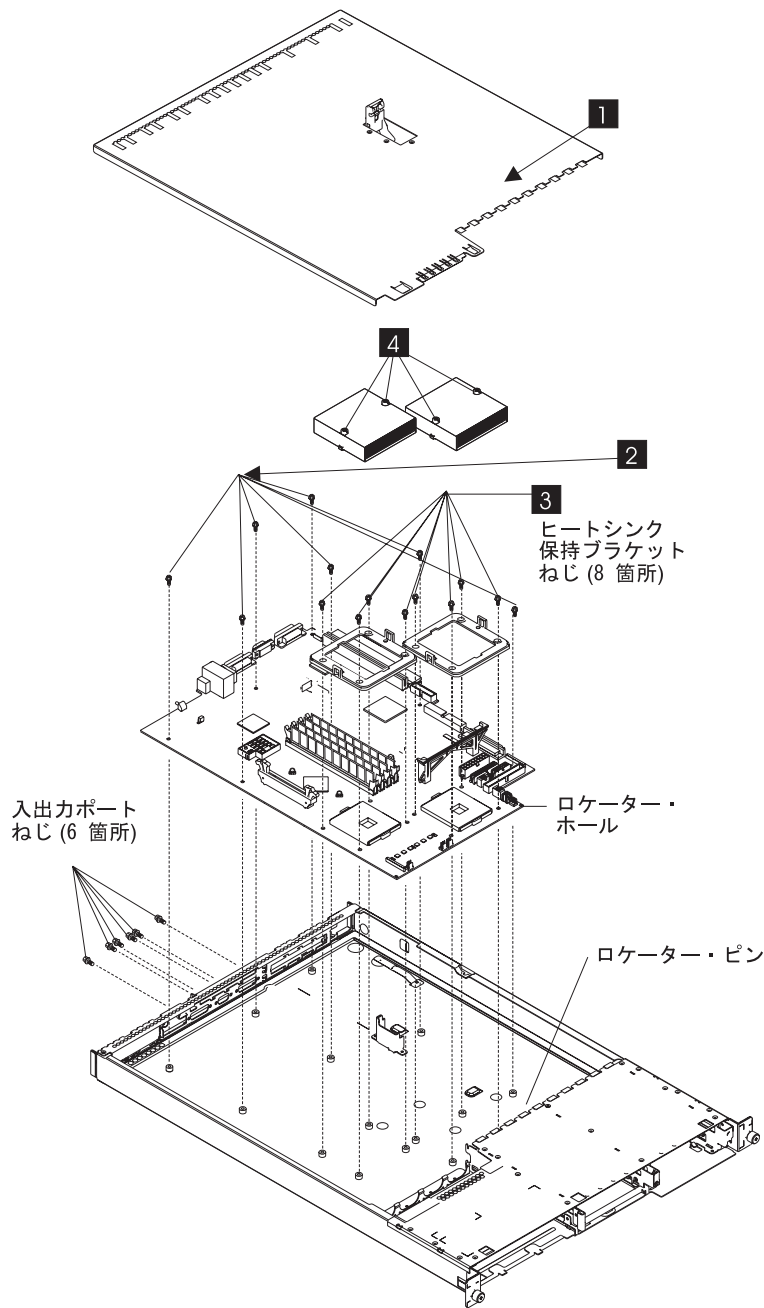

図 192. システム・ボードの交換
1. 7 本のねじ **2** を取り替えます。 554 ページの図 192 を参照してください。
4. それぞれのヒートシンク保持ブラケット **3** のねじを取り替えます。 554 ページの図 192 を参照してください。